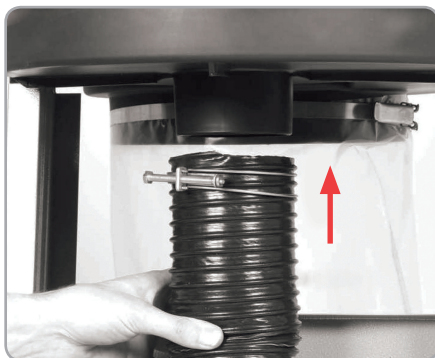

Fig.11
- Poziționați dispozitivul de prindere a furtunului pe furtunul de absorbție. Poziționați furtunul de aspirație până la refuz pe racordul de aspirație al aparatului și fixați-l cu colierul de prindere pe racord (Fig. 11).